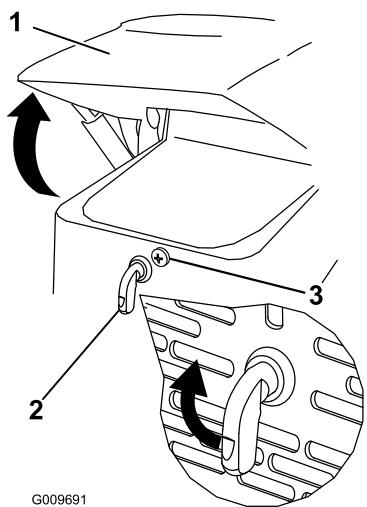

Bild 26
1. Lösen Sie die Arretierschraube an der Motorhaube (Bild 26)
2. Drehen Sie den Motorhaubenriegel nach rechts (Bild 26).
3. Klappen Sie die Haube hoch (Bild 26).
3. Ziehen Sie die Arretierschraube der Motorhaube fest, um den Riegel zu arretieren (Bild 26).